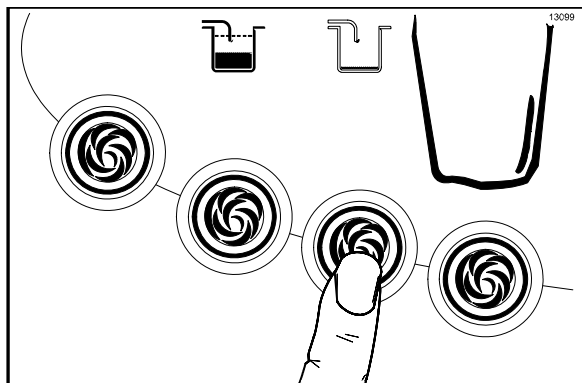

Рисунок 36
24. Нажмите на соответствующий символ  вид сиропа. Должна загореться лампочка символа сиропа, а насос выбранного сиропа начнет работать с максимальной скоростью. (См. рис. 36)